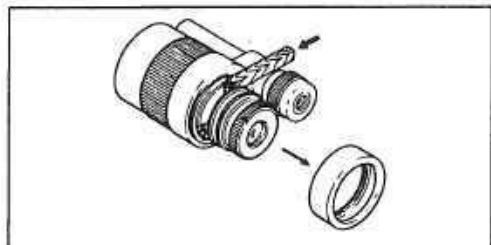

図55
- 3) 縦線からはずれて移動した時は、下側の調整ねじと左右いずれかのねじをわずかにゆるめて、十字線枠を少し回転させて十字線の倒れを修正して下さい。（図55）